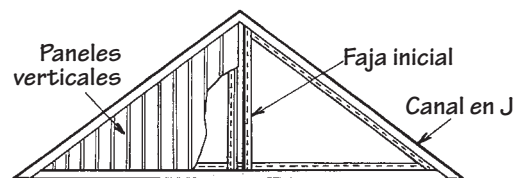
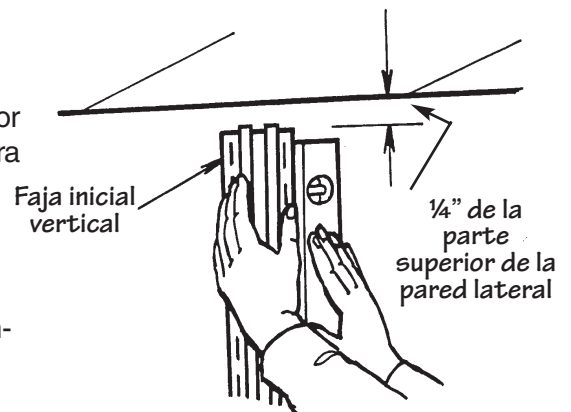

Figura 61.
Figura 62.
- Localice el centro de la pared hastial y use un nivel o una plomada para sujetar una o dos fajas iniciales regulares colocadas con la parte posterior unida, centro de acuerdo al pico del hastial (Figura 61). Deje un espacio libre de 1/4" en la parte superior e inferior (Figura 62). Esta área debe enrasarse antes de instalar las fajas iniciales.